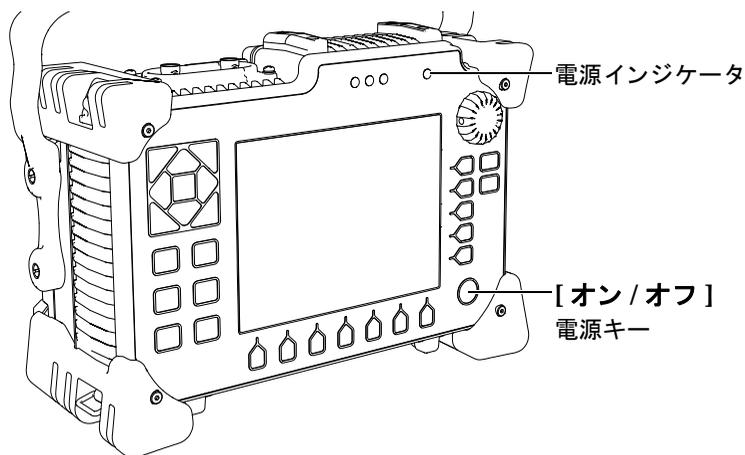

図 2-1 EPOCH 1000 電源キーとインジケータの位置
40 ページ図 2-1 では、電源キーと電源インジケータの位置を示しています。
4. 前面パネル電源キーを押して、EPOCH 1000 シリーズの電源を入れます (40 ページ図 2-1 参照)。
前面パネルの電源インジケータが起動します (40 ページ図 2-1 参照)。